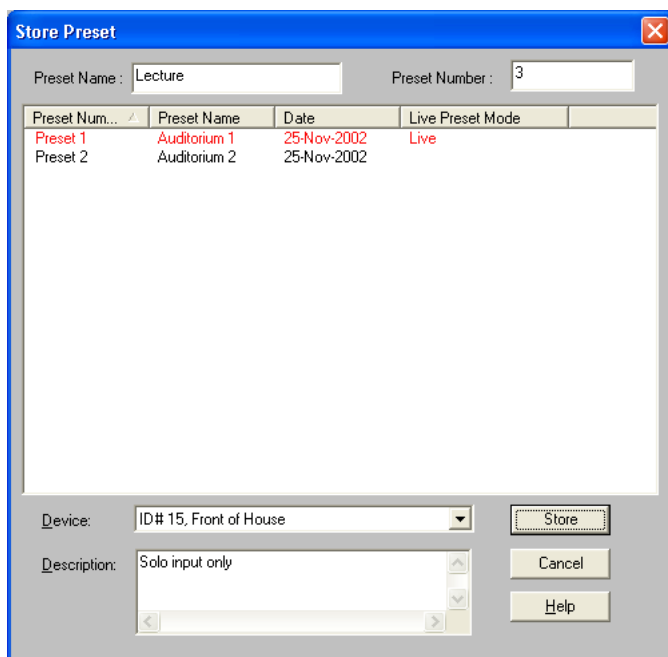

FIGURE 4-2 : Boîte de dialogue « Store Preset »
3. La boîte de dialogue « Store Preset » apparaît, comme illustré ci-dessous à la figure 4-2.